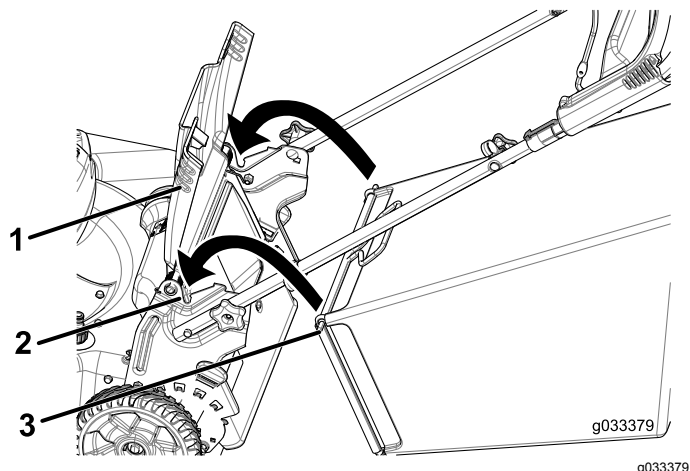

図 15
1. 後部デフレクタを上を開いてその位置に保持する(図 15)。
2. 集草バッグを取り付ける。バッグについているピンがハンドルのノッチに掛かったことを確認する(図 15)。